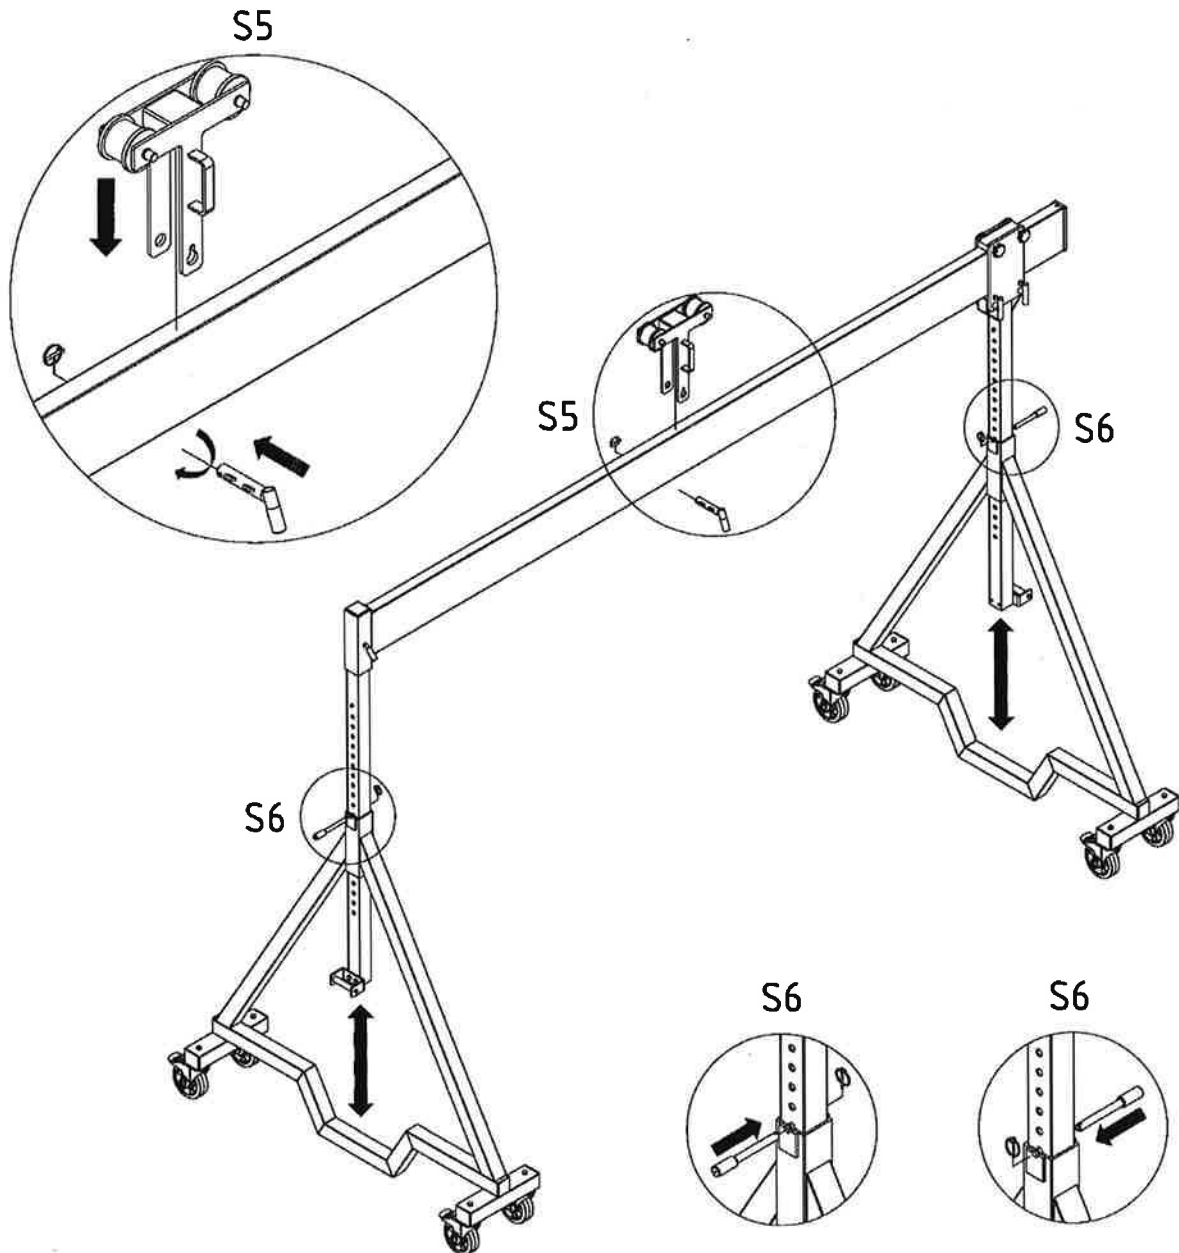

Abb. 4
7.5 Setzen Sie als nächstes die Laufkatze wie in Abb. 4 zu sehen auf den Alu-Träger auf und stecken Sie den Steckbolzen für die Laufkatze in die entsprechende Führung.